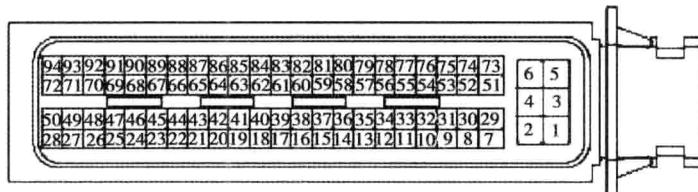

图 1-1-20 电控单元连接器 C01-1 端子图
1. 电控单元连接器 C01-1 端子图 (图 1-1-20) 及端子功能表 (表 1-1-1)